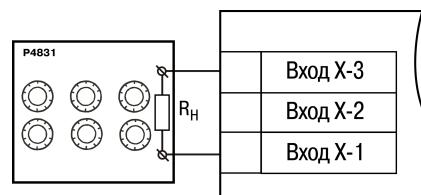

Рисунок 8.1 – Подключение магазина сопротивлений
- Подключить к прибору магазин сопротивлений типа Р4831 или подобный ему с классом точности не ниже 0,05 по трехпроводной линии (рисунок 8.1). Сопротивления проводов в линии должны быть равны друг другу и каждое не должно превышать величины 15 Ом.